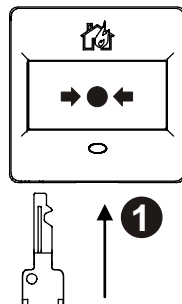
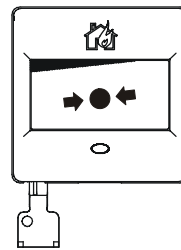
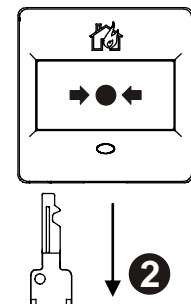

Fig. 7
Fig. 8
Fig. 9
1. Insert the key in the detector to cause the insert to move (Fig. 7 and Fig. 8).
2. To arm the manual call point, pull out the key again (Fig. 9).
5. Nur für FDM1101A-Rx: Für die Betriebsart mit SynoLINE300 schließen Sie einen externen, zentralenspezifischen Alarmwiderstand (RA) an die Anschlussklemmen an. Verwenden Sie dazu bei Bedarf eine Verbindungsklemme.
6. Entfernen Sie die Abdeckung mit dem Schlüssel (Fig. 7, Bewegungen A und B). Bewahren Sie den Schlüssel sicher auf.
1. Stecken Sie den Schlüssel in den Melder, so dass sich der Einsatz verschiebt (Fig. 8 und Fig. 9).
1. Introduisez la clé dans le détecteur de façon à déplacer l'insert (fig. 7 et fig. 8).
2. Pour amorcer le détecteur, ressortez la clé (fig. 9).
1. Inserte la llave en el pulsador, de modo que se desplace la pieza (Fig. 7 y Fig. 8).
2. Para armar el pulsador, extraiga de nuevo la llave (Fig. 9).